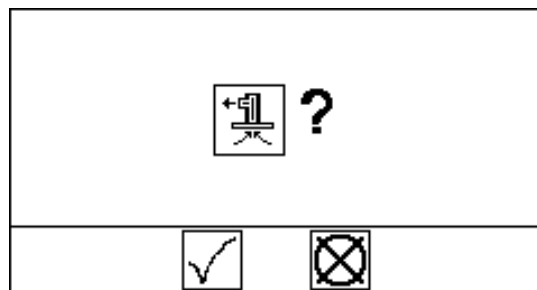

FIG. 21: Vullen - Bevestiging
5. Druk op de knop Pomp vullen . Op het display verschijnt de vraag of de gebruiker het gevraagde wil bevestigen. Zie FIG. 21. Selecteer om met het vullen te starten.